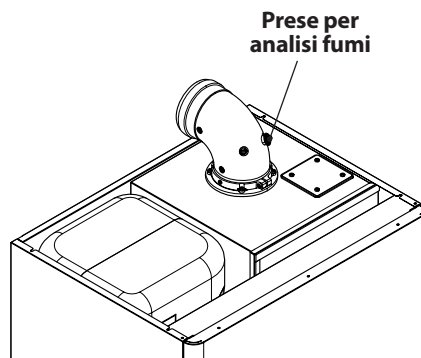

Figura 9.17
- Collegare un analizzatore fumi alle prese di analisi fumi poste sugli scarichi fumi della caldaia Figura 9.17.
- Verificare la combustione della caldaia utilizzando le prese posizionate sui tubi fumo (Figura 9.17) e confrontare i dati misurati con i seguenti.